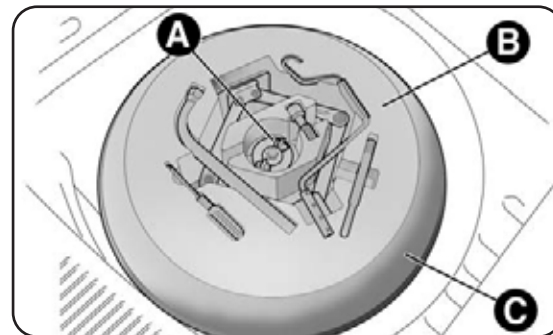
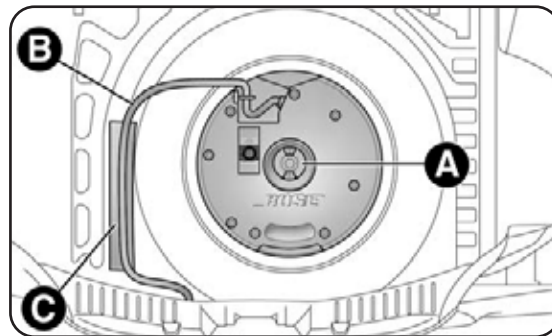

fig. 3
fig. 10
- svita il dispositivo di bloccaggio A-fig. 3, preleva il contenitore portattrezzi B e portarlo accanto alla ruota da sostituire; preleva poi il ruotino di scorta C;
- svita il dispositivo di bloccaggio A-fig. 10 e solleva il Subwoofer e successivamente rimuovi il cavo di collegamento B dal velcro C;
- appoggia il cavo B-fig. 10 al velcro C per evitare di pizzicarlo. Successivamente avvita il dispositivo di bloccaggio A-fig. 3. Abbassa il tappeto di rivestimento bagagliaio.